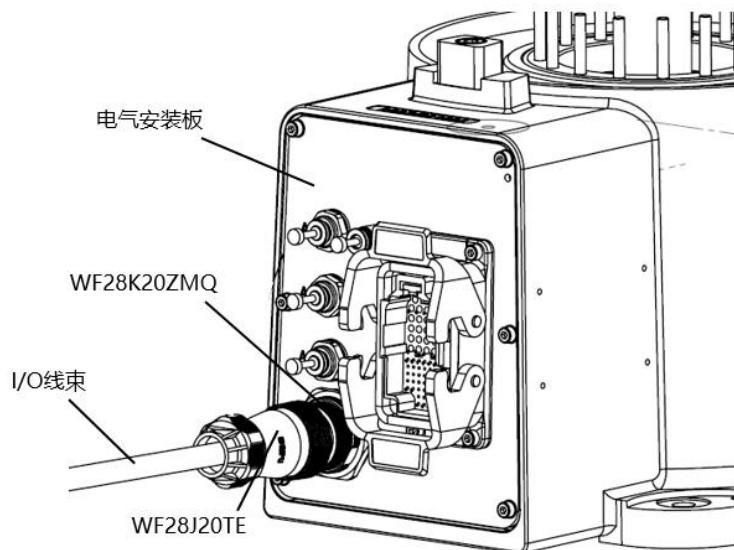

图 5-5 基座上 I/O 线束连接示意图
步骤1. 将①底座 I/O 线束一端带有 WF28K20ZMQ 20pin 插孔型电缆插头与电器安装板上的 WF28J20TE 20pin 前螺母插座对插，另一端散线作为 I/O 输入端（参考图 5-5）。